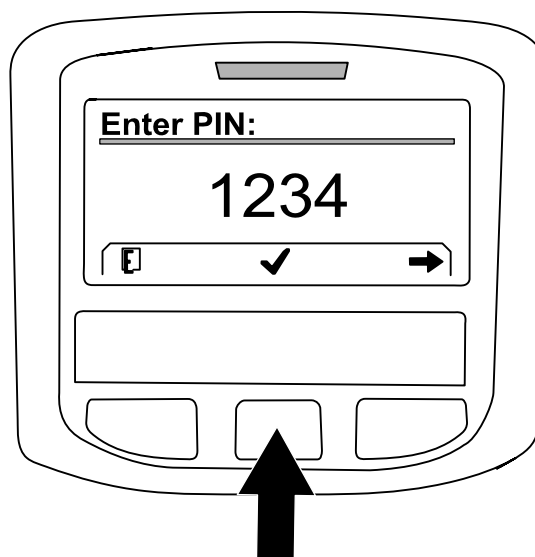
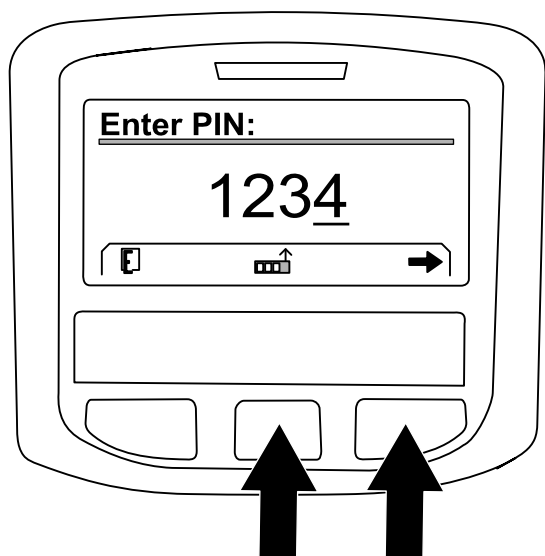

Figure 231
Figure 230
- A. Appuyez sur le bouton central comme nécessaire pour saisir le chiffre gauche du code PIN (Figure 230).
- B. Appuyez sur le bouton droit pour passer au chiffre suivant du code PIN (Figure 230).
- D. Après avoir saisi tous les chiffres du code PIN, appuyez sur le bouton droit (Figure 230) puis sur le bouton central pour entrer le code PIN (Figure 231).